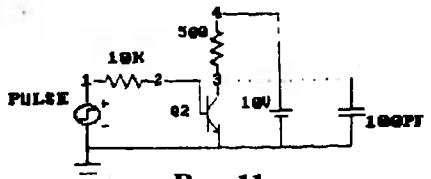

Рис. 11
Второй способ использует режим JUMPER. Чтобы проиллюстрировать этот метод, установим курсор на верхнем выводе конденсатора. Нажмем «B» (Begin) - переведем редактор в режим JUMPER. В этом режиме программа различает только команды управления курсором и команду «E» (End) для завершения этого режима работы. Нажмите клавишу «стрелка влево» четыре раза, чтобы нарисовать линию к коллектору прп-транзистора. Затем нажмите «E» для завершения режима JUMPER. После этого нажмите «N», чтобы появились номера узлов на рис.11. Видно, что верхняя пластина конденсатора не имеет номера, т.е. номер узла тот же самый, что и у коллектора прп-транзистора (3).